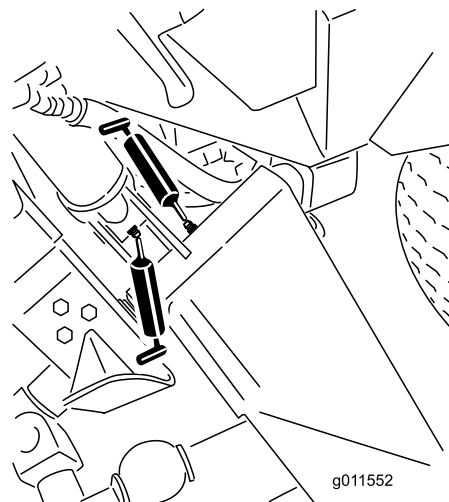
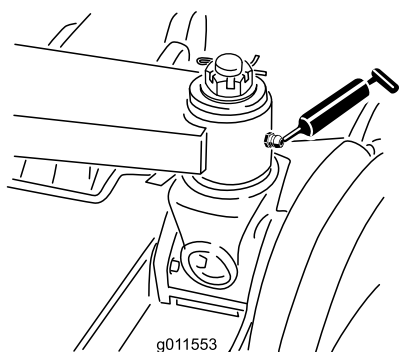

Рисунок 42
Рисунок 43
- Втулки главных подъемных рычагов (6 шт.) (Рисунок 42 и Рисунок 43)